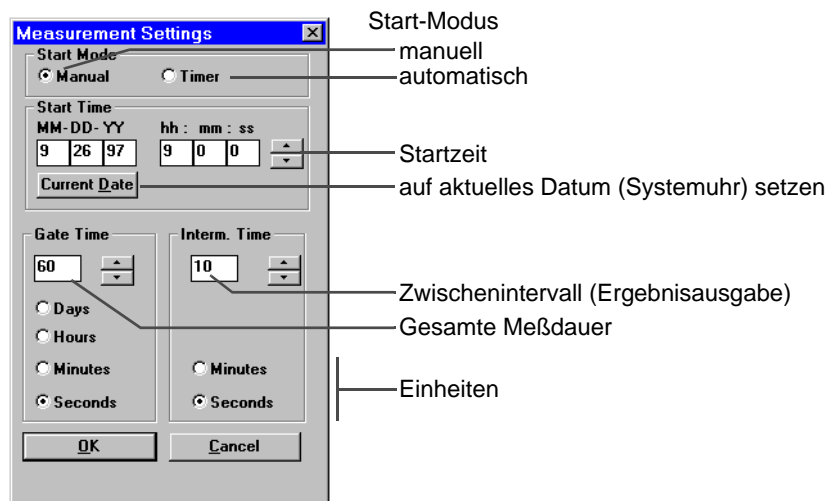

Bild B-23 Dialogfenster "Measurement Settings"
1. Rufen Sie den Dialog "Measurement Settings" auf (siehe Bild B-23).